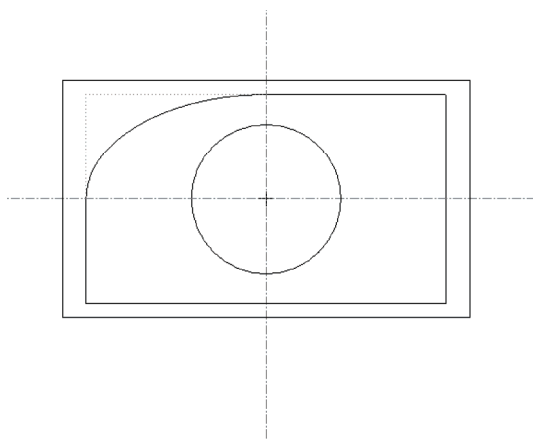

图 2-69 绘制一个椭圆形圆角
STEP 03 在绘图区中垂直中心线与小矩形上方直线的交点处单击鼠标左键，确认一个切点，移动鼠标指针至水平中心线与小矩形左侧直线的交点上单击鼠标左键，确认另一个切点，绘制一个椭圆形圆角，如图 2-69 所示。